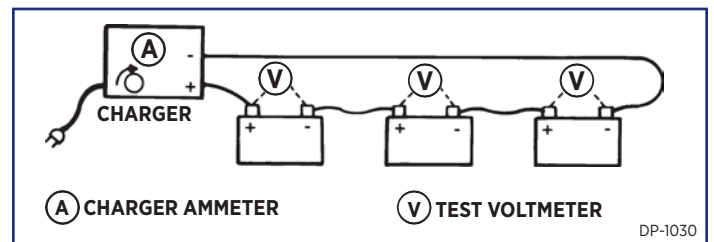

FIGURE 1.
通过限制电流，将电池连接起来，使得每个电池接收相同量的充电电流。（典型连接见图1）
2. 如图1所示，将电池连接到充电器。不要连接过多的电池，以免超出充电器的电压能力。确保所有连接处干净、牢固。将充电率设置在5-10安培范围内，并在整个充电过程中保持该充电率。
- b. 无需维护蓄电池：检查绿点迹象。每小时摇动或倾斜电池，看看绿点是否仍然可见。如图1所示，在连接测试电压表的情况下，还要检查每个电池的端子电压。充电时，如果电池两端的电压为16.0伏或更高，或者出现绿点，请从充电器上取下电池。任何外壳触感变热（125°F，52°C）的电池，或任何剧烈冒烟的电池，都应从充电器中取出进行测试。重新调整控制，以在取出充电电池时保持剩余电池的相同充电率。